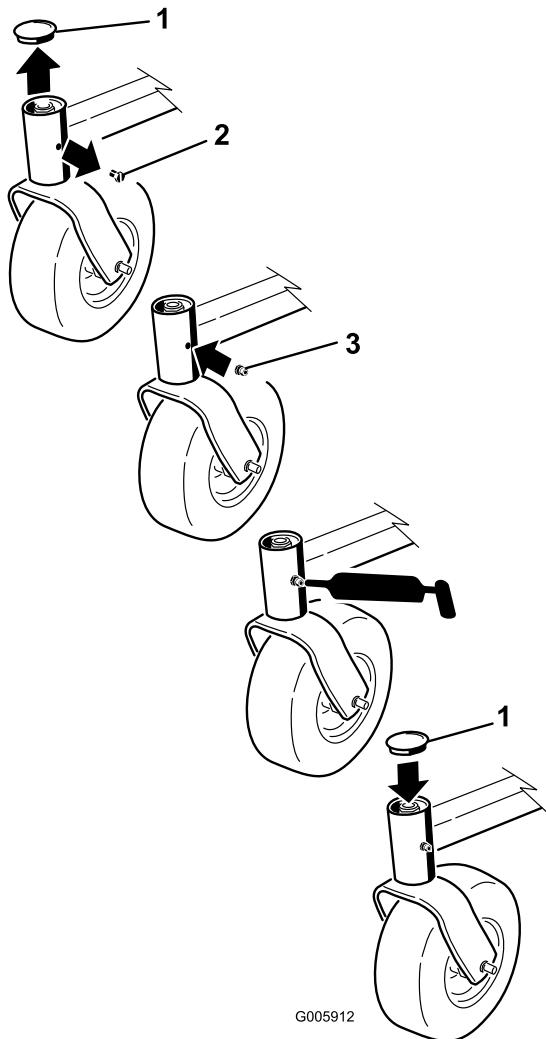

Figura 31
3. Retire el tornillo y la tapa del soporte de la rueda giratoria (Figura 31).
4. Introduzca un engrasador en el soporte y engrase los cojinetes (Figura 31).
5. Retire el engrasador y vuelva a colocar el tornillo en el soporte de la rueda giratoria (Figura 31).